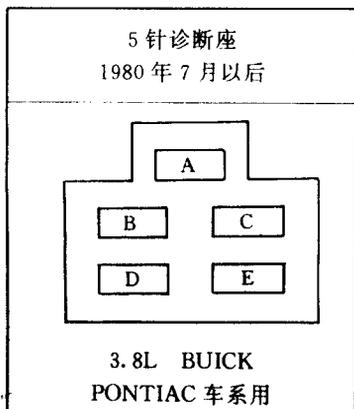

图 1-2
(1) 5 针诊断座(1980 年 7 月以后, 3.8L BUICK, PONTIAC 车系)(图 1-2)